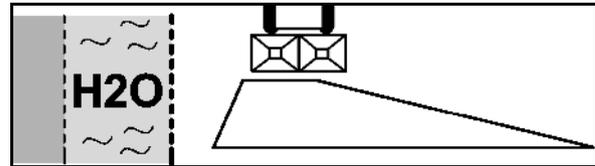

Fig. 62
2. Grabenstreuen nach Düngeverordnung (Fig. 62):